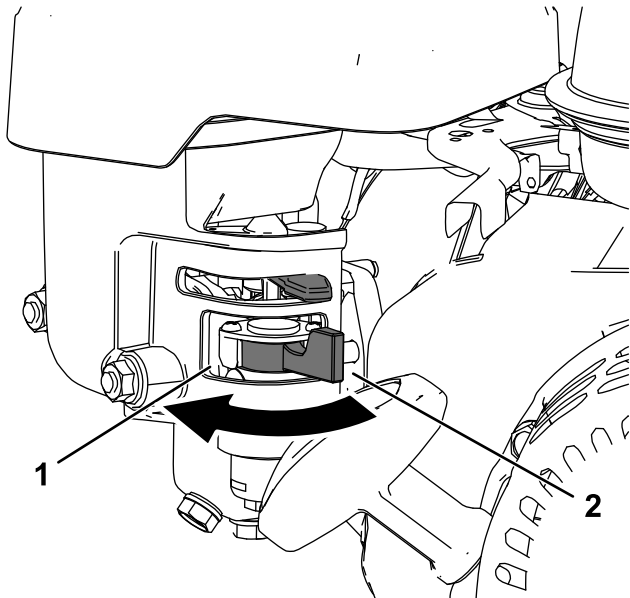

Figure 6
- Pour ouvrir le robinet d'arrivée de carburant, tournez le levier vers la poignée du lanceur (Figure 6).
- Pour fermer le robinet d'arrivée de carburant, tournez le levier dans la direction opposée à la poignée du lanceur (Figure 6).